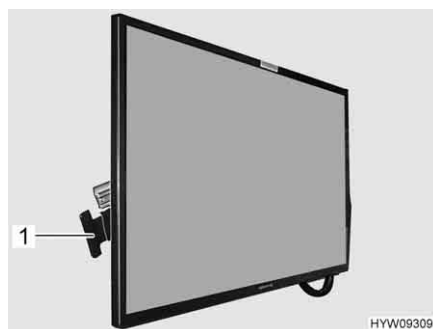

Fig. 57 Schermo piatto (scorrevole lateralmente)
- Premere e tenere premuta la maniglia (Fig. 57, 1) in direzione dello schermo piatto. Lo schermo piatto è sbloccato.